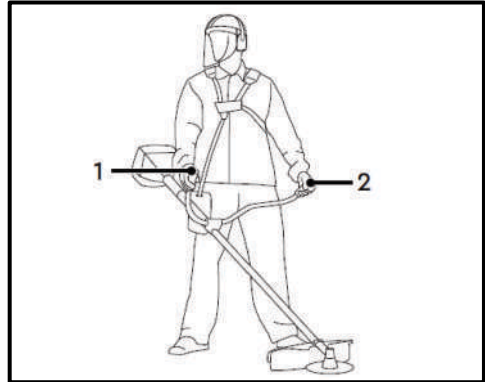

Рис. 42
- У процесі роботи намагайтеся не допускати, щоб ріжучий елемент торкався перешкод. Утримуйте мотокоосу лівою рукою за ліву рукоятку (2), а правою – за праву рукоятку (1) (Рис. 42).